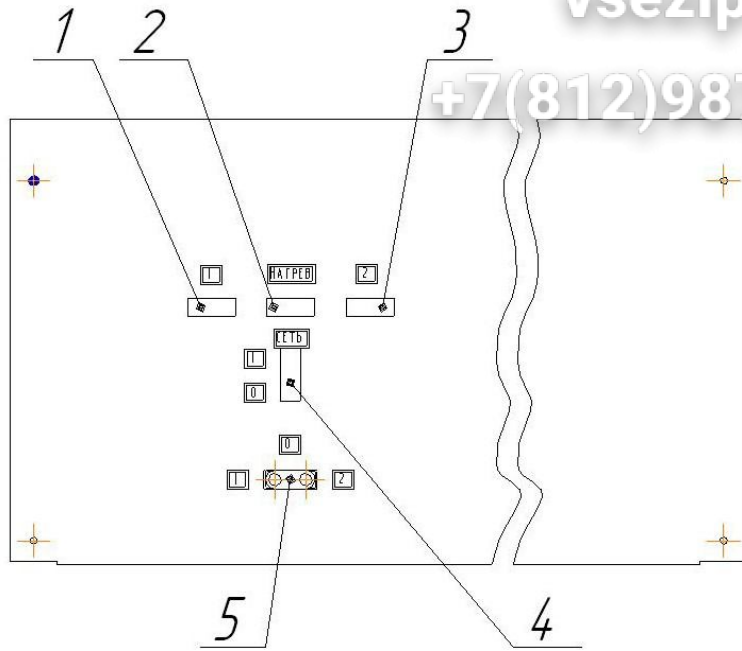

Рисунок 5.
7.6.3 Выгрузку пищи необходимо выполнять только тогда, когда переключатель 4 (смотри рисунок 5) находится в выключенном положении и переключатель режимов 5 в нулевом положении.
8.16.3 Включить переключатель 4 (рисунок 5) в первое положение. В переключателе загорится зеленая лампочка, что сигнализирует о подаче напряжения на электропанель.
8.16.11 Включить переключатель 4 (рисунок 5) в первое положение. В переключателе загорается зеленая лампочка. Напряжение на электропанель подано.
8.16.15 Переключатель режимов 5 (рисунок 5) установить в нулевое (нейтральное) положение, гаснут лампочки режима 3 и нагрева 2.
8.17.3 Переключатель 4 (рисунок 5) включить в первое положение, загорается в нем зеленая лампочка. Переключатель режимов 5 установить в положение I. Загорается зеленая лампочка 1 первого режима и зеленая лампочка 2 нагрева. Котел работает в первом режиме.
8.17.5 Переключатель режимов 5 и переключатель 4 (рисунок 5) установить в нулевое положение. Котел остановлен.
9.2.7 Включить переключатель 4 (рисунок 5) в первое положение. При этом загорается зеленая лампочка переключателя.
9.2.8 Установить переключатель режимов 5 (рисунок 5) на соответствующий режим работы для приготовления соответствующих блюд. При этом загорается зеленая лампочка нагрева 2.
Для повторного включения котла в режиме II необходимо переключатель режимов 5 (рисунок 5) установить в положение «О», а потом установить его опять в положение II.
9.3.1 Чистка и уход за котлом должны выполняться при отключенном котле от сети. Переключатель 4 (рисунок 5) и переключатель режимов 5 должны быть в положении «О».